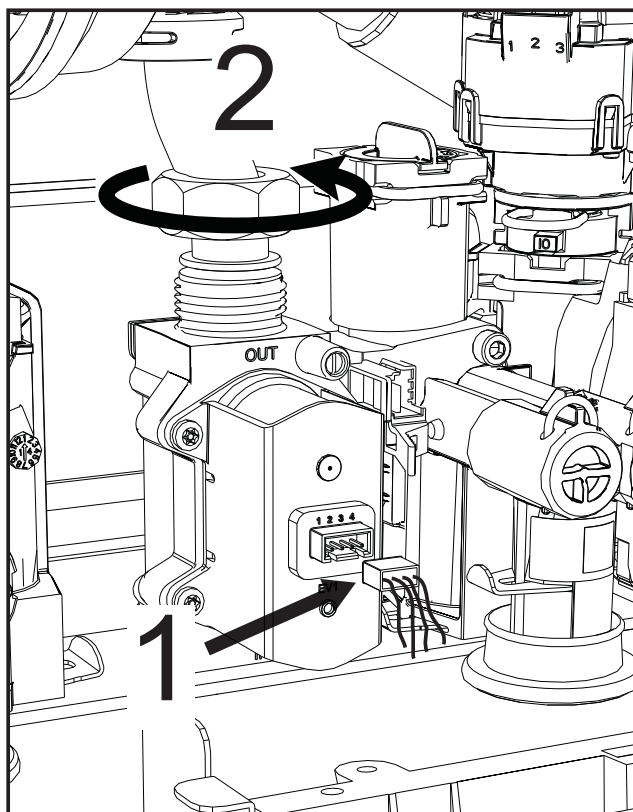

图44
- 断开电气连接器“1”（图44）。
- 断开供气管“2”（图44）。